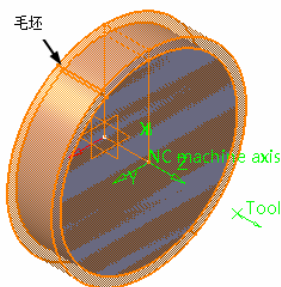

图 7-10 定义毛坯零件 (1)
5) 定义毛坯零件 (1)。单击 Stock 按钮, 系统自动隐藏“Part Operation”对话框, 在图形区创建毛坯实体作为毛坯零件, 如图 7-10 所示, 然后双击空白处返回“Part Operation”对话框。